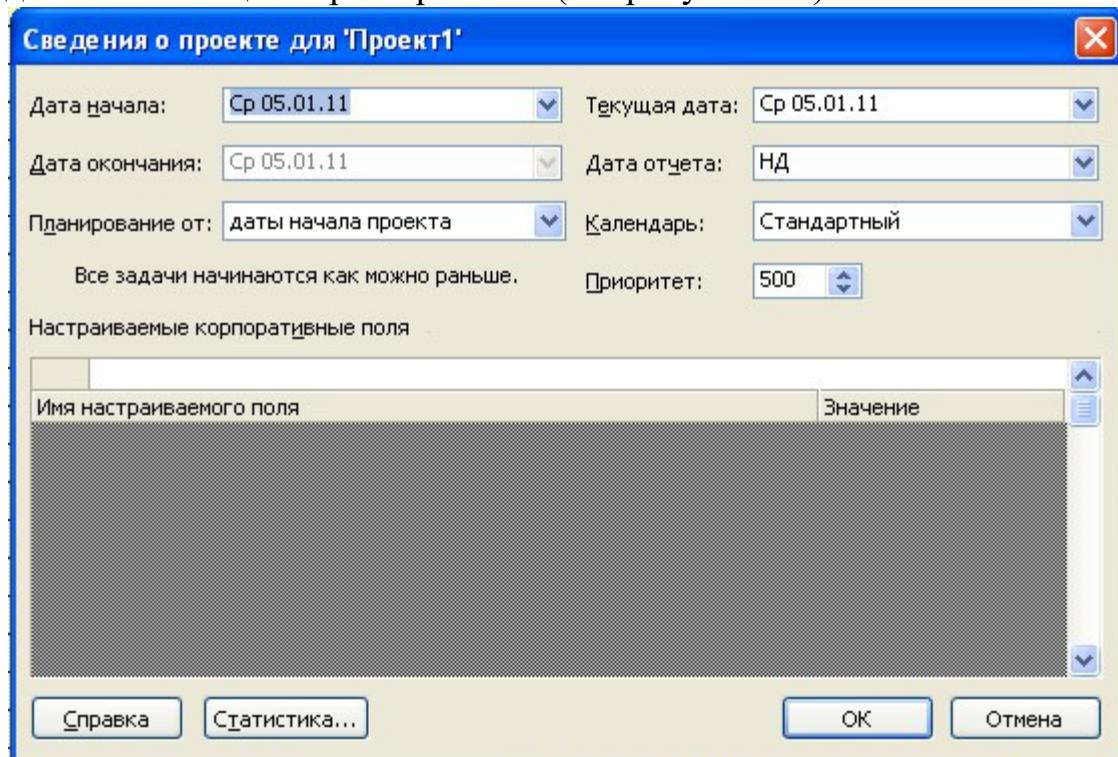

Рисунок 3.3 - Диалоговое окно "Сведения о проекте"
2. Установить параметры проекта автоматизации в целом. Для этого необходимо командой меню **Project-Project Information** (Проект-Сведения о проекте) открыть диалоговое окно **Project Information** (Сведения о проекте), в котором можно определить его общие характеристики (см. рисунок 3.3).